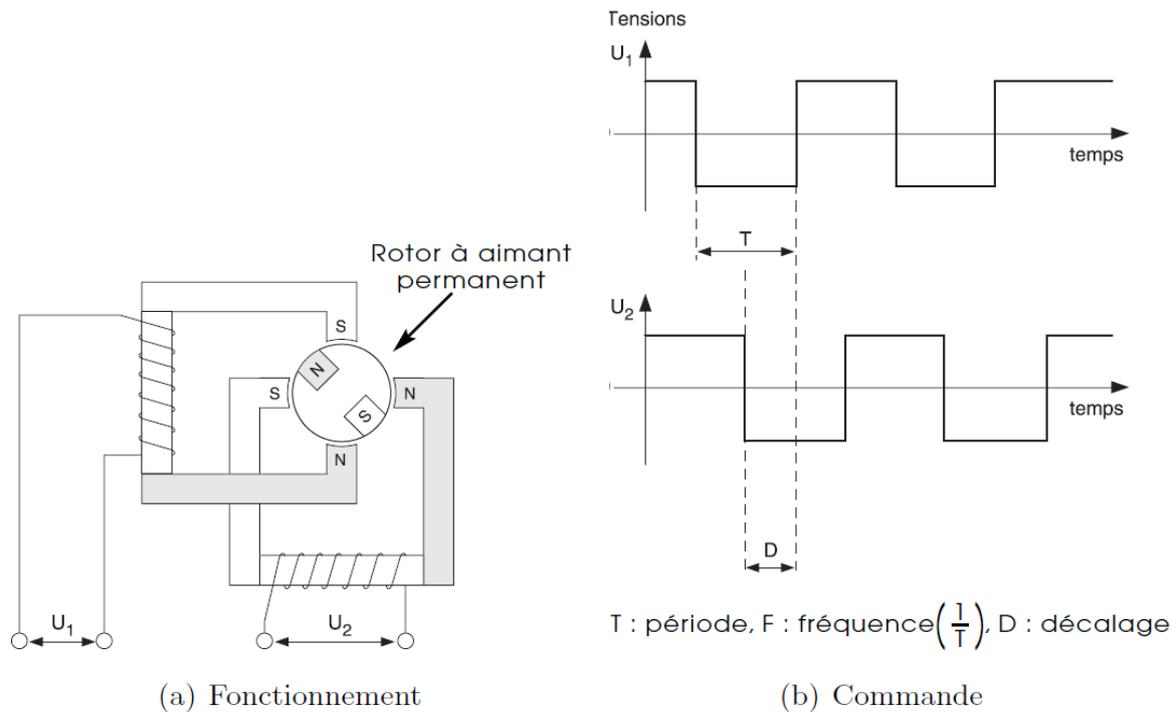

Figure 11 : Schéma de principe d'un moteur pas à pas de 4 pas par tour
V.1 Fonctionnement d'un moteur pas à pas (figure 11)